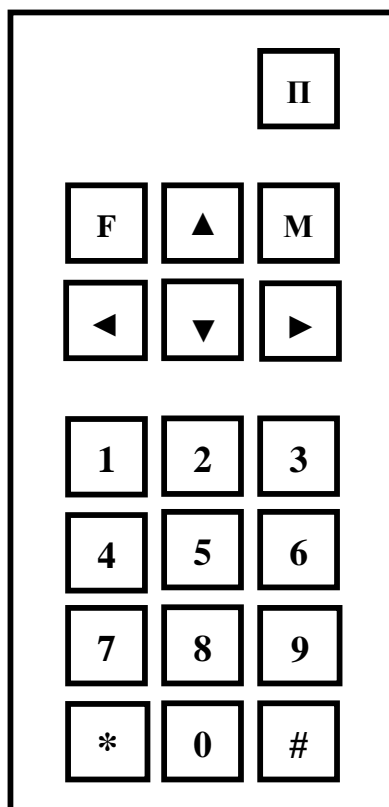

Рисунок 1
- кнопок, расположенных на блоке клавиатуры (Рисунок 1).